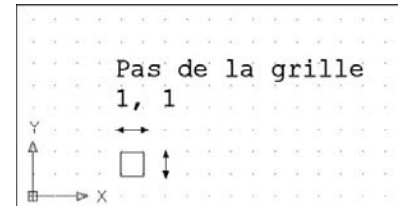

Fig.3.2
- 3 Déterminer le pas de la grille en X et Y (fig.3.2) :